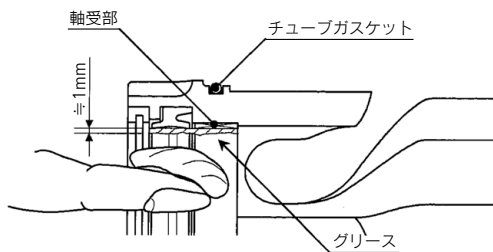

図7
- ① ロッドパッキンおよびチューブガスケットの装着(図7)